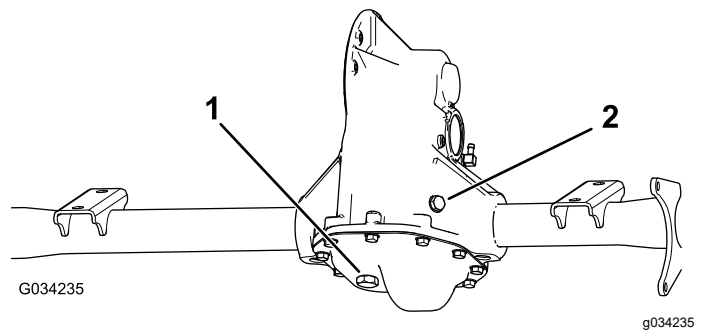

图 48
2. 卸下驱动桥上的加注塞 (图 48)。
3. 如果液位过低应卸下加注塞添加指定液体直至其溢出加注孔 (图 48)。
1. 对齐排放塞下的排放盘 (图 48)。
2. 取下加注塞和密封件 (图 48)。
3. 拔掉排放塞和密封件让液体完全排出 (图 48)。